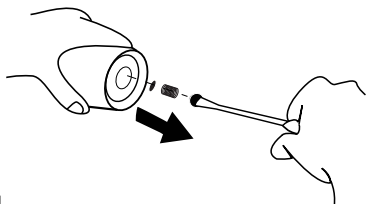

Figure 4
2. Retirez l'ensemble écran/ressort du filtre. Nettoyez-le avec de l'air comprimé ou remplacez-le si endommagé. (Voir Figure 4)